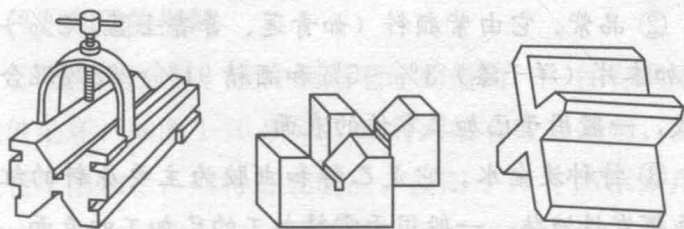

图1-8 V形块
⑩ V形块（如图1-8所示），在划线时，用来固定圆形工件的工具，一般用铸铁成对制成。